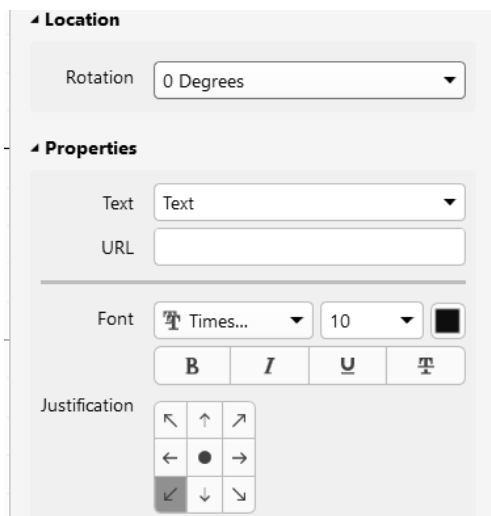

图 3-5 文本字符串的属性编辑面板
(1) 执行菜单栏中“放置”→“文本字符串”命令, 或单击工具栏中“文本字符串”按钮 , 光标变成十字形状, 并带有一个文本字符串 Text 标志。
(2) 将光标移到要放置文本字符串的位置, 单击即可放置该字符串。
(3) 此时软件仍处于放置字符串状态, 重复步骤 (2) 的操作即可放置其他的字符串。右击或按 Esc 键退出操作。
(4) 设置文本属性。双击需要设置属性的文本字符串 (或在绘制状态下按 Tab 键), 系统将弹出相应的文本字符串属性编辑面板, 如图 3-5 所示。